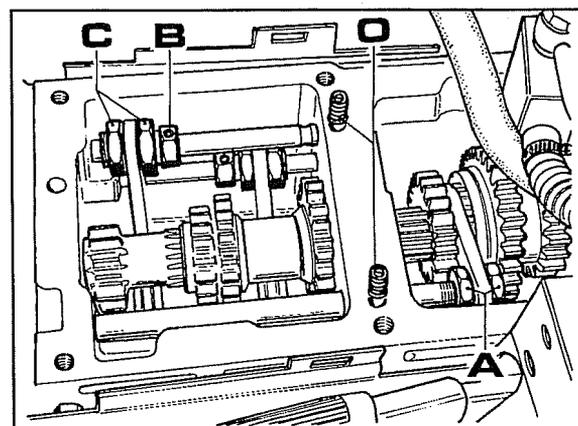
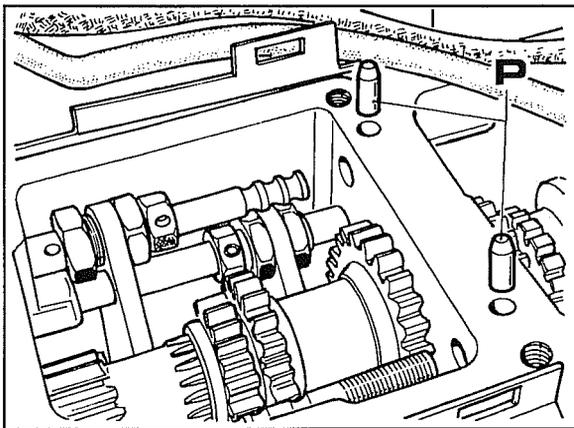

Fig. 4
Fig. 5
Important : en soulevant le couvercle faire attention à ce que les ressorts **O** fig.4 ne tombent pas dans l'huile du carter de la boîte de vitesses, puis enlever les billes.
- 4 Libérer la tige du réducteur au moyen des écrous **A** fig.4 et la sortir par l'avant.
- 5 Libérer la tige de la boîte de vitesses en desserrant les écrous **C** fig.4, en enlevant la broche **B** pour permettre l'opération, puis retirer la tige (cf. fig.5).
- 6 Introduire les nouveaux verrouillages **P** (quand ils sont inexistant) comme illustré dans la fig.5.